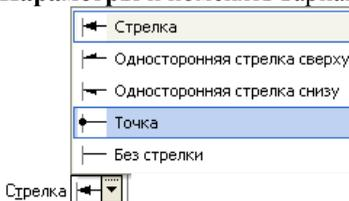

Рис. 19.
24. Для того, чтобы указать надписи для выноски (S10\*) необходимо дважды щелкнуть по окну **Текст** (расположенное на панели свойств), после чего появится окно (рис. 19)